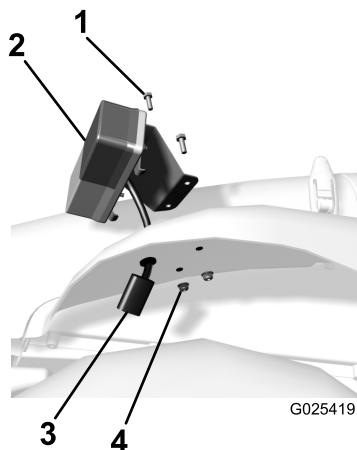

図 6
1. 左側方向指示器を、左前フェンダの先ほど開けた穴に取り付ける（図 6）。